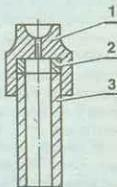

Рис. 6. Трубка-фиксатор: 1 — наконечник; 2 — вставка; 3 — штанга.
- увеличить длину штанг толкателей на 4 мм (рис. 6) или установить удлиненные регулировочные винты коромысел;